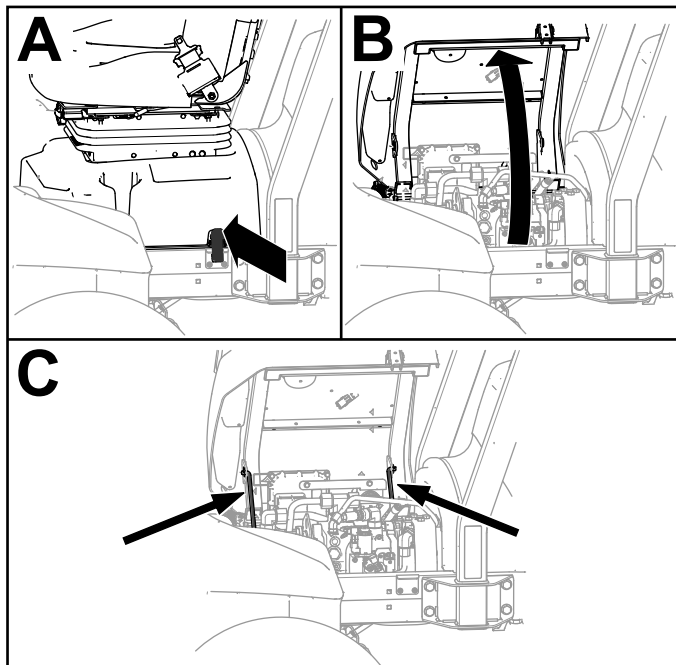

Figure 134
2. Déverrouillez le socle du siège, basculez-le sur le côté et soutenez-la avec les béquilles (Figure 134).